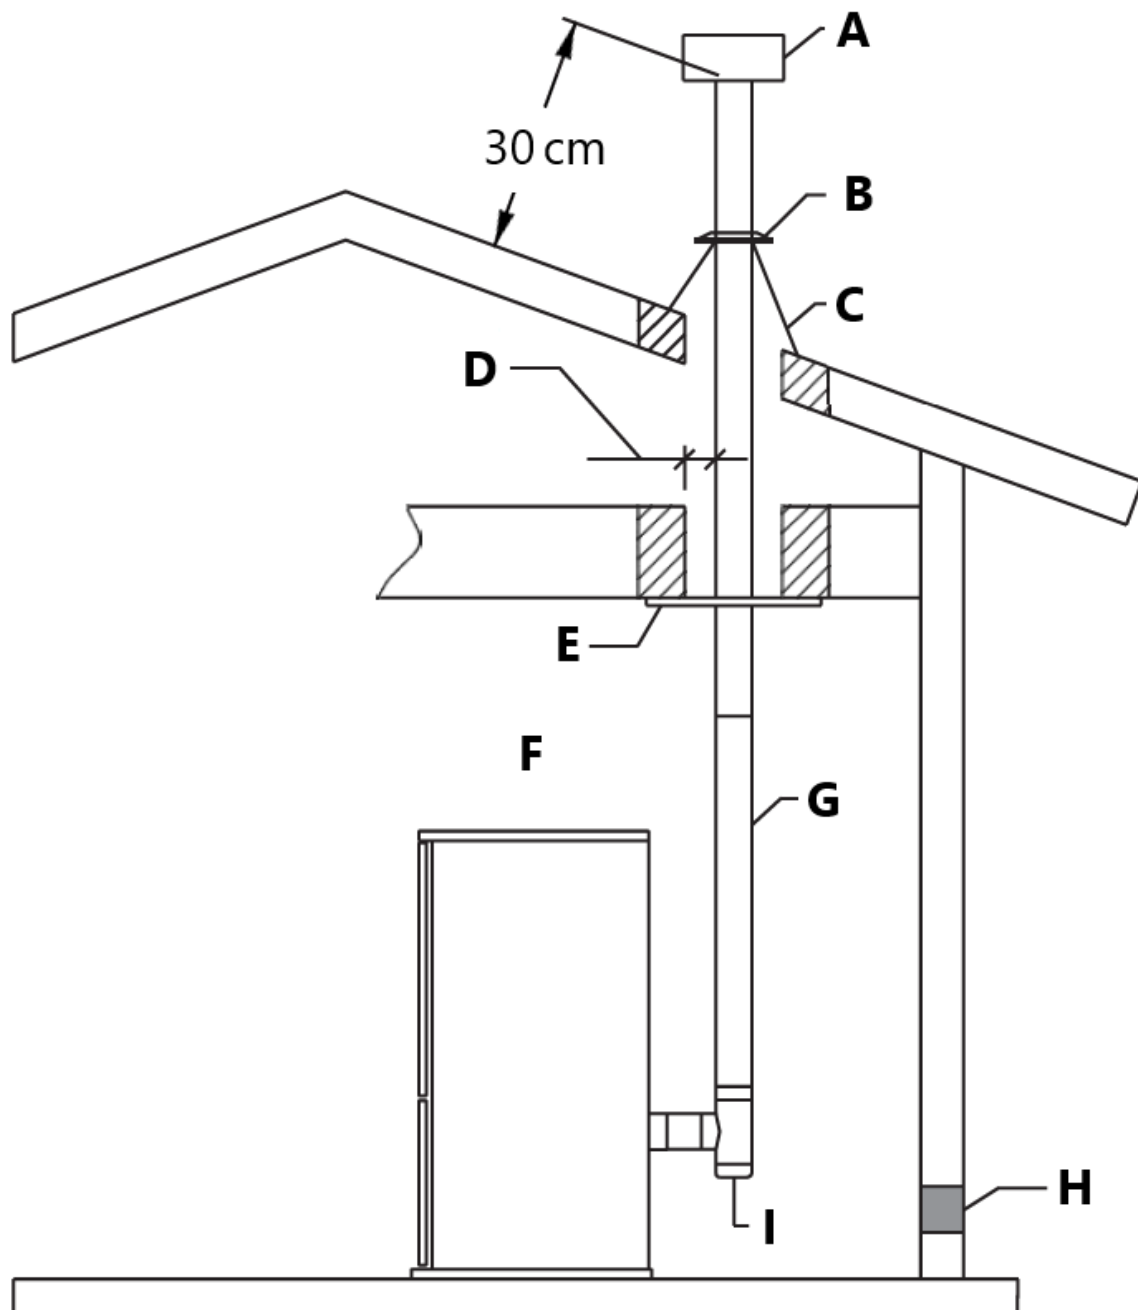

fig. 11
- Prolongez l'évent PL à au moins 12" (30 cm) au-dessus de la ligne de toit et terminez-le par un chapeau de pluie homologué PL (Fig. 11). Si l'évent s'étend à plus de 6 pieds au-dessus de la pénétration du toit, des poteaux de renfort de toit et une bande de renfort de toit doivent être utilisés pour fournir un support latéral. Dans les régions géographiques où la température ambiante est constamment basse, il est recommandé de fermer les bouches d'aération extérieures sous la ligne du toit. Cela aide à réduire la condensation, l'accumulation de suie et un mauvais tirage.
- Placez le capuchon anti-pluie sur la section de ventilation supérieure et verrouillez-le par rotation sur la section de ventilation supérieure (Fig.11).